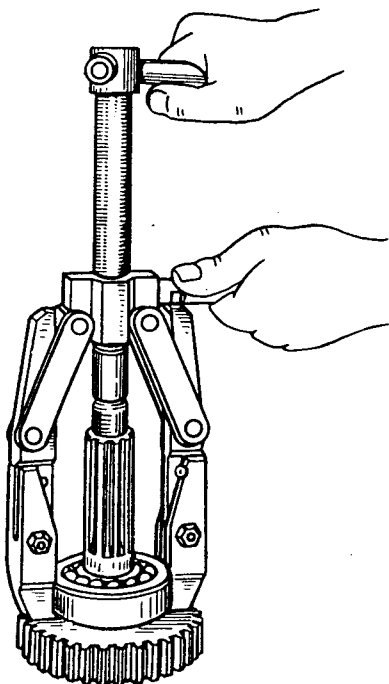

Bild 108. Abziehen des Lagers von der Hinterachsantriebswelle
12. Lager von den Wellen mit Abzieher abziehen (Bild 108).